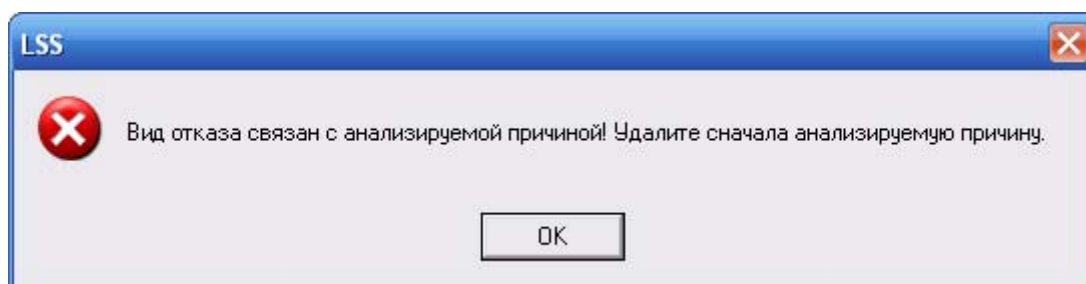

Рис. 5-30
4. Если вид отказа является причиной отказа элемента ЛСФ и был проведен анализ причины функционального отказа по алгоритму MSG-3, то появится предупреждение, представленное на рис. 5-30. Данный вид отказа можно удалить только после того, как будет удалена анализируемая причина. Удаление анализируемой причины рассматривается в руководстве пользователя по определению состава работ планового ТО в LSS.